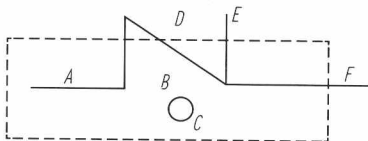

图 1-6 窗选示例
(1) 单个图形元素的选取。移动鼠标的十字光标，将其靶区方框放到待选图形元素上，单击鼠标左键之后，被拾取的元素变成虚线并改变颜色时，即表示该图形元素已经被选取。
(2) 部分图形元素的选取。在绘图区内任意一点单击鼠标左键之后再移动鼠标，会形成一个矩形框区，这个矩形框区称为窗选框；再次单击鼠标左键，这个窗框的大小便被确定，如图 1-6 所示。窗选框可用于选取一组图形元素。若窗选窗口是从左向右形成的，则只有完全包含在框内的图形元素才能被选中；若窗选框是从右向左形成的，则所包含在框内和与窗选框边界相交的图形元素都会被选中。在图 1-6 中，已有图形元素 A~F，虚线所示为窗选框。当窗选框为从左到右形成时，图形元素 A 和 C 全部在窗选框内，可以被选中，其余图形元素未被选中；而当窗选框是从右到左形成时，除 A、C 外，其余各元素均与窗选框相交，也可被选中。